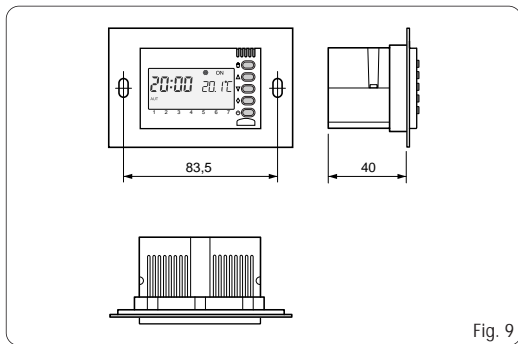

Fig. 9
- Dimensioni: vedere la fig. 9.